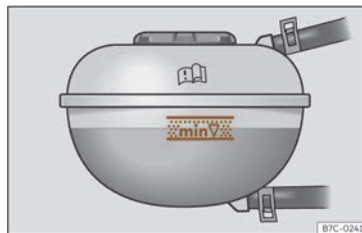

Fig. 216 A l'obertura davantera: marca al dipòsit d'expansió del líquid refrigerant.
- Amb el motor fred, comproveu el nivell del líquid refrigerant en les marques laterals del dipòsit d'expansió >>> **fig. 216**. El nivell del líquid refrigerant s'ha de trobar entre les marques.
• El nivell del líquid refrigerant s'haurà de trobar entre les marques del dipòsit d'expansió >>> **fig. 216. No sobrepassu mai la vora superior de la zona marcada** >>> ⚠.
• En afegir líquid refrigerant, no sobrepassu la vora superior de la zona marcada >>> **fig. 216**. En cas contrari, quan pugi la